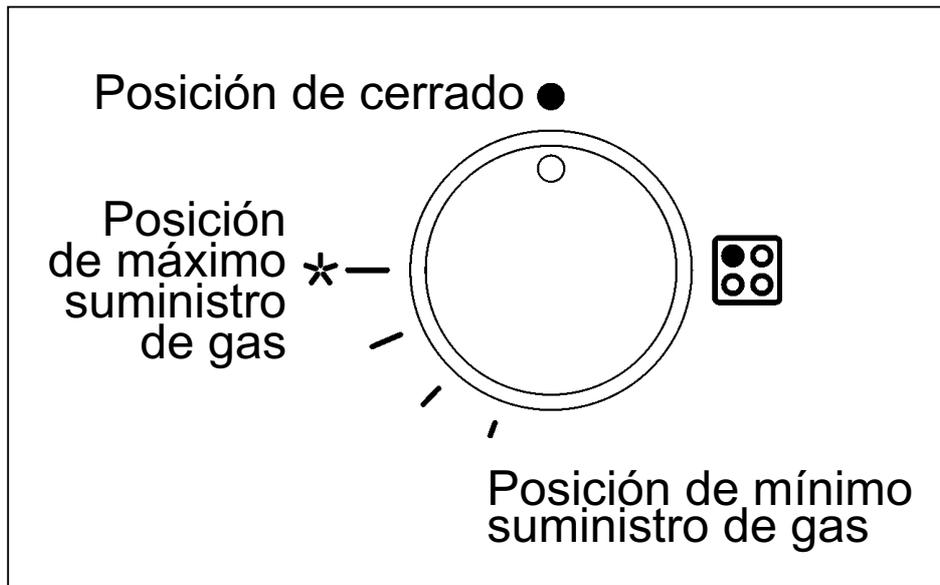

FIG. 1
Presione y haga girar en sentido contrario al de las agujas del reloj el botón giratorio correspondiente al quemador que desea utilizar hasta alcanzar la posición de "Máximo" (llama grande fig. 1). A continuación, presione el mando hasta el fondo.
En los quemadores dotados de termopar de seguridad, gire el botón giratorio correspondiente al quemador que desea utilizar en sentido contrario al de las agujas del reloj hasta la posición de "Máximo" (llama grande fig. 1) y presiónelo al advertir un tope. Una vez encendido el quemador, mantenga presionado el botón giratorio durante unos 10 segundos.
- Ponga el botón giratorio en la posición de "Mínimo" una vez alcanzado el punto de ebullición (llama pequeña fig. 1).